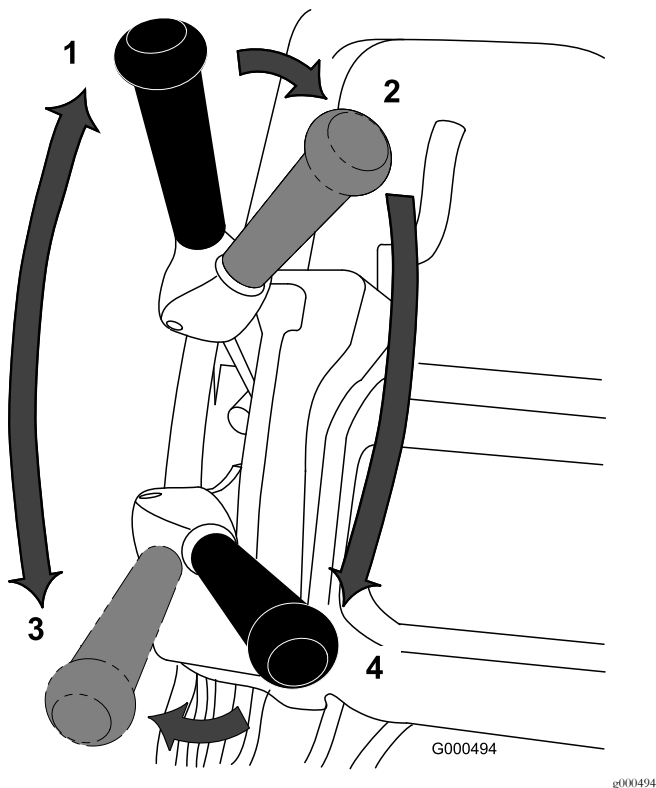

Bild 35
1. Schalten Sie die Maschine ein, stellen Sie die Geschwindigkeitsregelung in die NULL-Stellung, drücken Sie den Holm nach unten, um die Schneideinheit anzuheben, drücken Sie die elektronische Sicherheit, stellen Sie den Fahrtriebshebel in die AKTIVIERTE Stellung (Bild 35) und erhöhen langsam die Einstellung der Geschwindigkeitsregelung, um den Mäher auf die Kante des Grüns zu transportieren.
3. Deaktivieren Sie den Fahrtriebshebel, schieben Sie ihn dann nach links und vorne, damit der Fahr- und Spindelantrieb eingekuppelt wird (Bild 35).